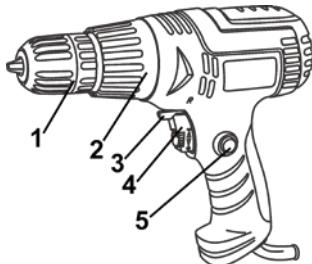

Рисунок 1
- 5.1 Установите необходимый крутящий момент с помощью кольца регулятора момента затяжки (2) (см. рисунок 1).
- 5.3 Для включения изделия нажмите на курок выключателя (4) (рисунок 1). Для отключения изделия следует курок отпустить. Регулировка скорости вращения патрона осуществляется степенью нажатия на клавишу выключателя.